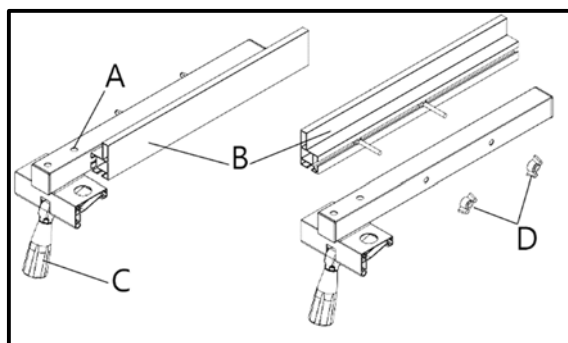

Рисунок 22.
- Ослабьте и снимите две ручки D (рис. 22)
Параллельность упора и боковой поверхности пыльного полотна можно настроить, регулировочными винтами А (рис. 22).